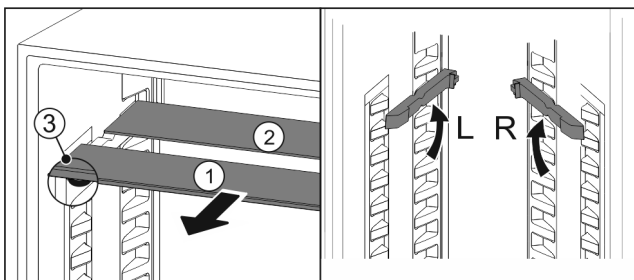

Fig. 35
- ▶ Træk glaspladerne ud enkeltvis fremad Fig. 35 (1).
- ▷ Glaspladen Fig. 35 (1) med pyntelisten ligger foran.
- ▷ Stoppene Fig. 35 (3) peger nedad.